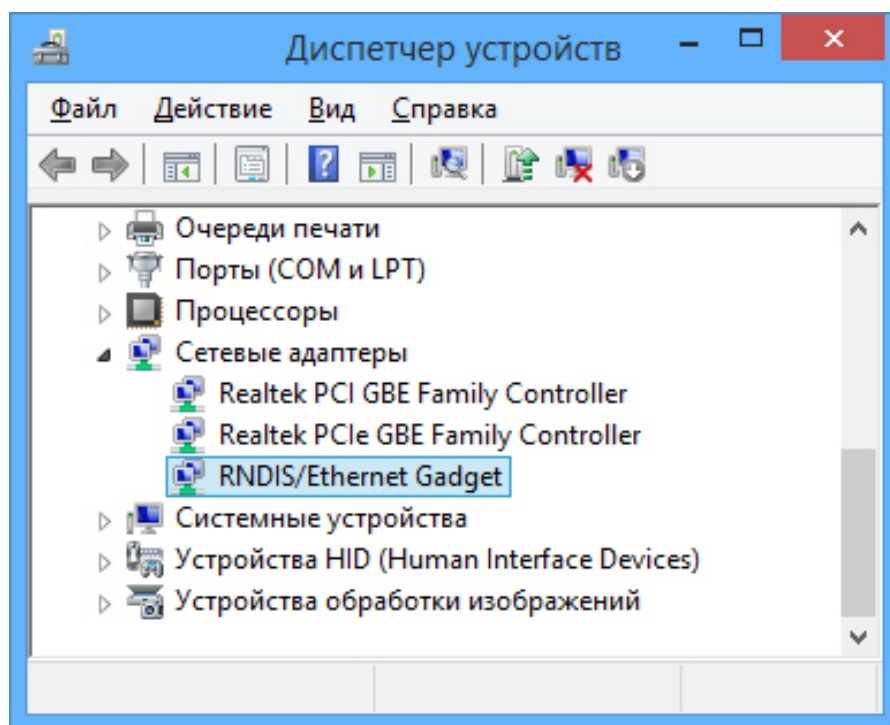

Рисунок 2.10 – Список доступных сетевых адаптеров с «RNDIS/Ethernet Gadget»
10. После успешной установки драйвера необходимо проверить доступность устройства «RNDIS/Ethernet Gadget» с помощью «Диспетчер устройств» (рисунок 2.10). Значок ошибки драйвера должен исчезнуть и устройство перемещается из списка нераспознанных устройств («Другие устройства») в список «Сетевые адаптеры». Изменения в системе могут продолжаться несколько минут, поэтому для полного их завершения и перехода к использованию сети на основе драйвера RNDIS рекомендуется сделать паузу 4–5 минут.